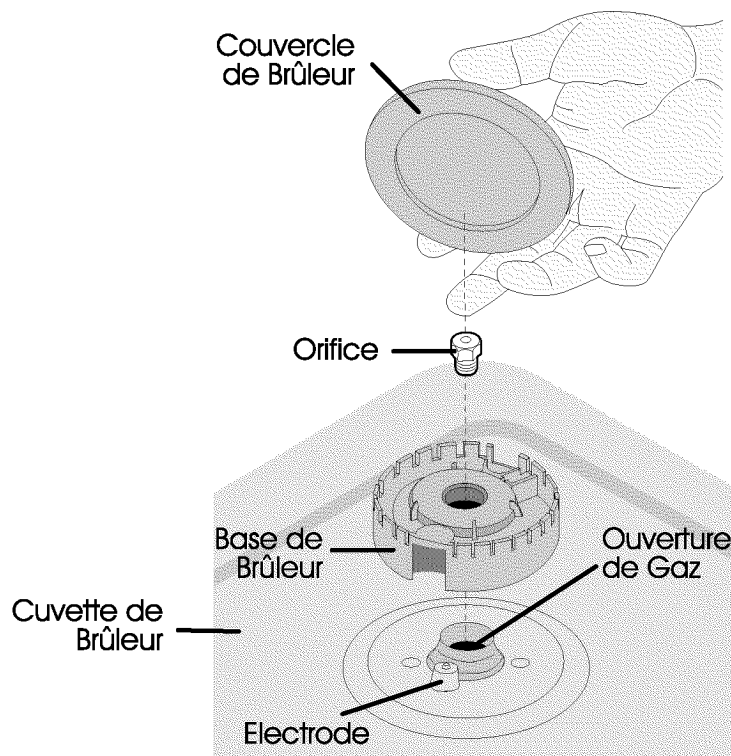

Figure 2
A. Enlevez les pièces suivantes (voir la figure 2):
B. Installez les pièces suivantes (voir la Figure 2):